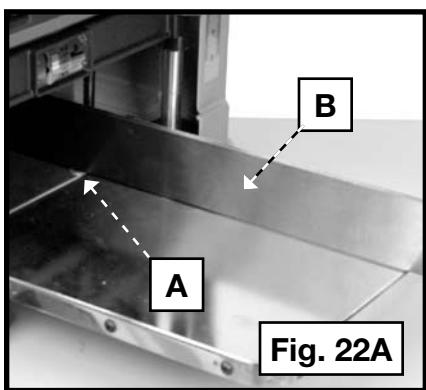

Fig. 22A
1. Placer une pièce de dix sous (A), fig. 22A, à chaque extrémité du porte-pièce (alimentation et sortie).
2. Déposer une équerre (B) sur les deux pièces de dix sous. Déployer l'équerre au-delà du bord d'attaque et du bord de fuite des tables d'alimentation.